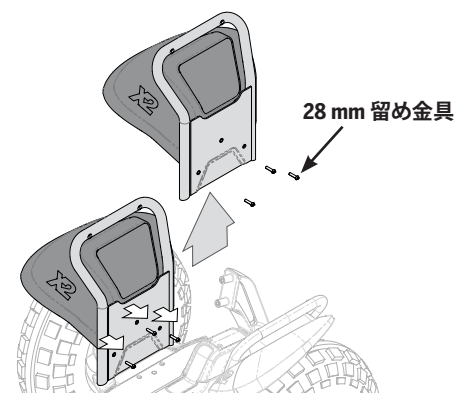

図 3. x2 SE フェンダーフレームの取り外し
- 4 mm 六角レンチを使って 3 個の 28 mm 留め金具を取り外し、安全な場所に置いておきます (図 3 を参照します)。